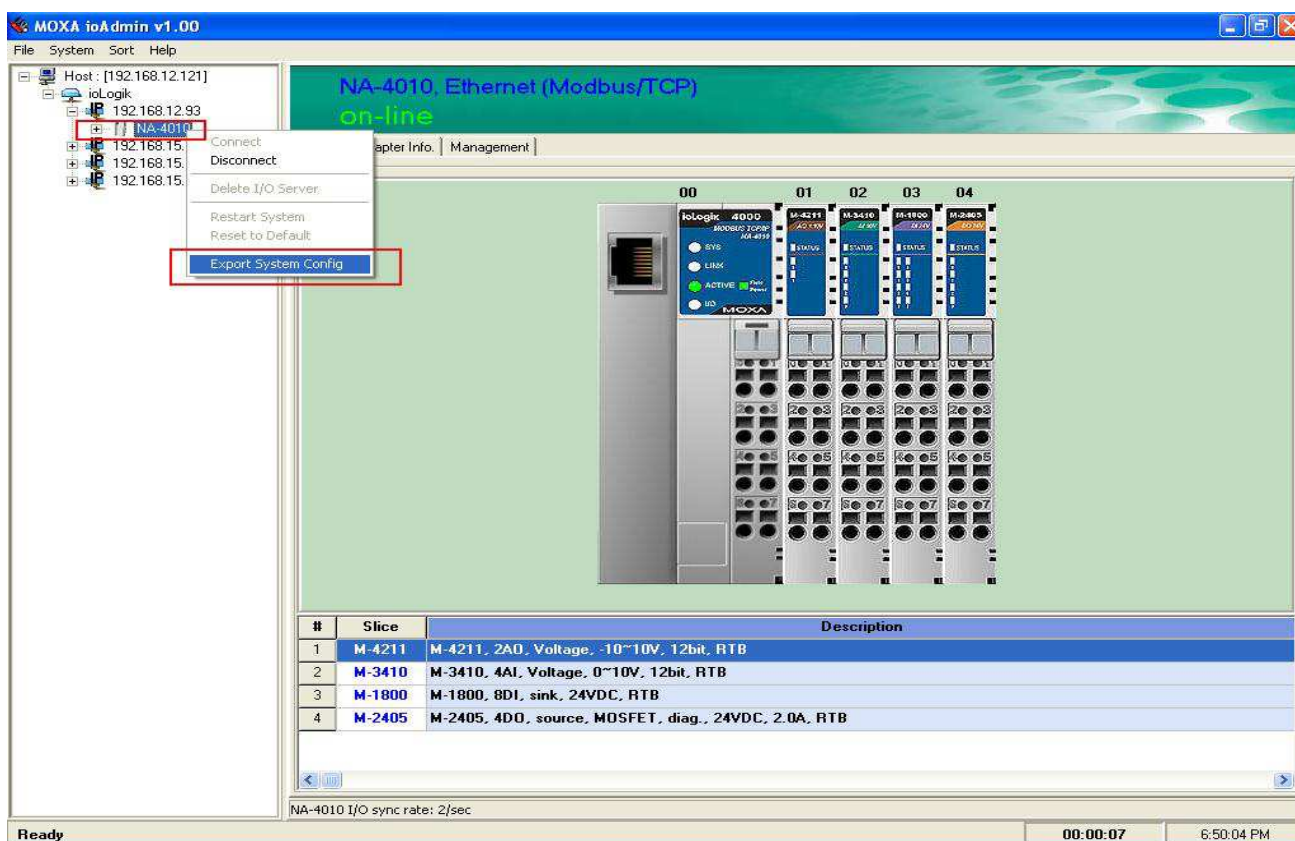

Рис. 1
1.1 Запустите программу ioAdmin. В левом меню нажмите правой кнопкой мыши на устройство NA 4000, таблицу Modbus-адресов которого нужно экспортировать. В появившемся меню выберите раздел **Export System Config** и сохраните конфигурационный файл (Рис. 1):